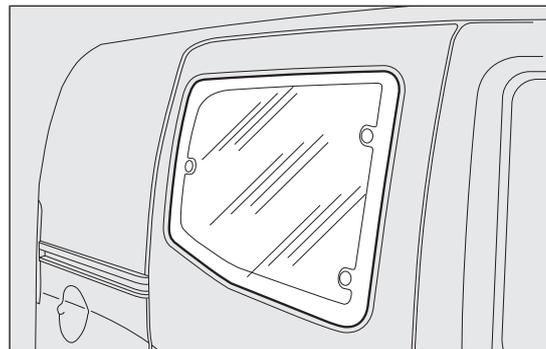
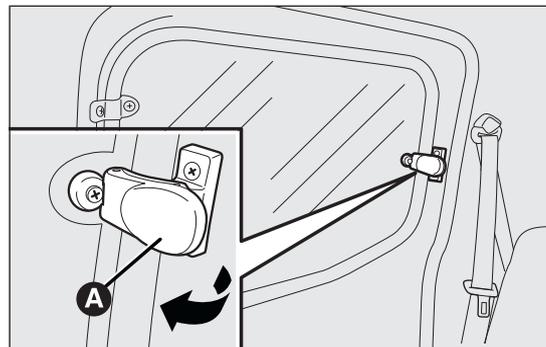

fig. 54
fig. 55
Pour les ouvrir, procéder comme suit fig. 54 fig. 55 :
- déplacer le levier A fig. 55 vers l'extérieur jusqu'à ce que la vitre soit complètement ouverte.